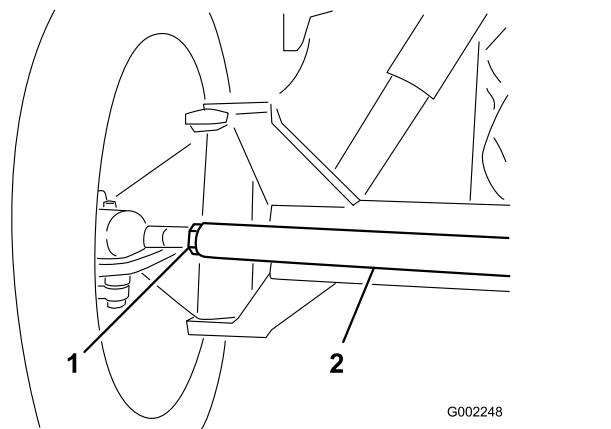

Figura 135
3. Si la distancia no está en el intervalo especificado, afloje las contratuerzas en ambos extremos de la biela (Figura 135).